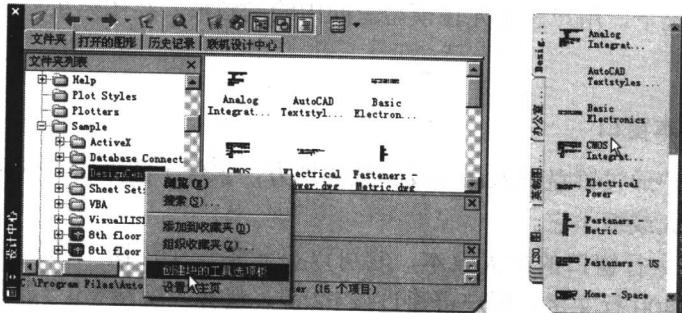

图 1-15 创建工具选项板
- (1) 单击“标准”工具栏中的“设计中心”工具 ，打开“设计中心”窗口，用鼠标右键单击设计中心树状图中的文件夹、图形文件或块，然后在打开的快捷菜单中选择“创建块的工具选项板”，可创建新的工具选项板，如图 1-15 所示。